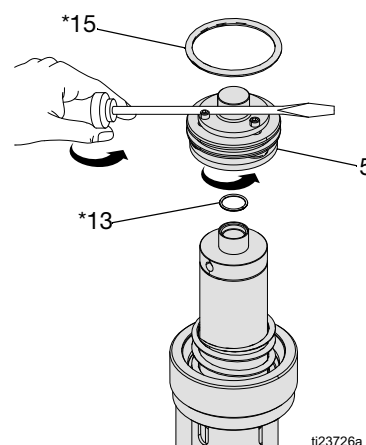

FIG. 12: Valvola dell'aria della serie B
4. **Serie B (e motori pneumatici successivi):** Svitare la valvola dell'aria (5). Se necessario per facilitare la rotazione, infilare un cacciavite tra le teste delle viti e il cappuccio esagonale della valvola pneumatica (5). Ispezionare gli anelli di tenuta (13* e 15*) per rilevare l'eventuale presenza di danni e sostituire se necessario. Assicurarsi che l'anello di tenuta (13*) sia posizionato correttamente e non schiacciato. Vedere FIG. 12.
NOTA: Vedere **Riparare il motore pneumatico**, pagina 15, passaggio 4 e passaggio 5 (FIG. 12) per le note speciali sul riassetto.